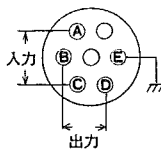

図 13
(1) 設置方法
- 固定する場合には図13に示す取付穴を利用してビス止めします。
(2) ブリッジボックスの結線(5370、5373、5379、5380)
- コネクタの結線は、図13に示すようにピン番号A、Cがブリッジ電源の供給で、B、Dが動ひずみ測定器への入力となります。Eはコモン端子です。